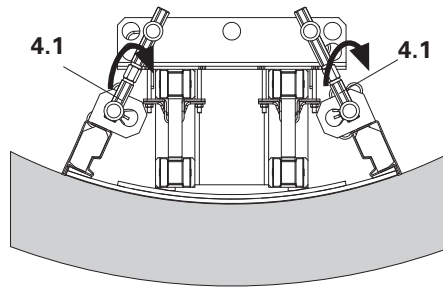

Fig. A6.03
2. Girar husillo regulación 210 (4.1) de modo uniforme, hasta que la plantilla apoye contra el tablero de encofrado. (Fig. A6.03)